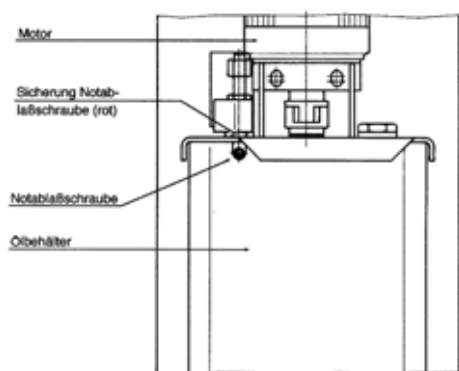

Bild 4: Notablassschraube am Aggregat
- Die Sicherung (Gewindestift; rot gekennzeichnet) der Notablassschraube ist am Aggregat zu lösen. (siehe Bild 4)